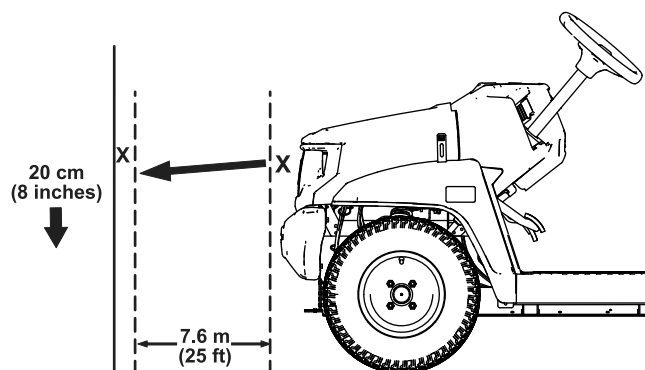

図 46
1. 平らな場所で、ヘッドライトを壁に向け、ライトと壁の距離が 7.6 m 程度になるように駐車する 図 46。
ヘッドライトのビームの最も明るい部分が、壁に付けた印の約 20 cm 下を照らしていればよい 図 46。